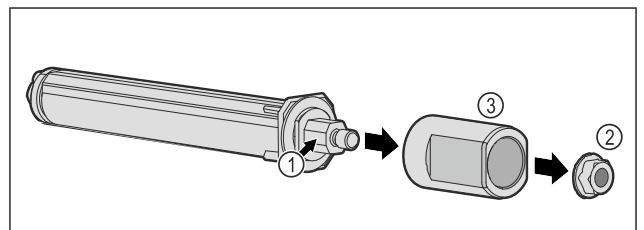

Fig. 54
- Ikke demonter dørlåsesystemet Fig. 54 (1).
- Fjern mutteren Fig. 54 (2).
- Fjern hylsen Fig. 54 (3).